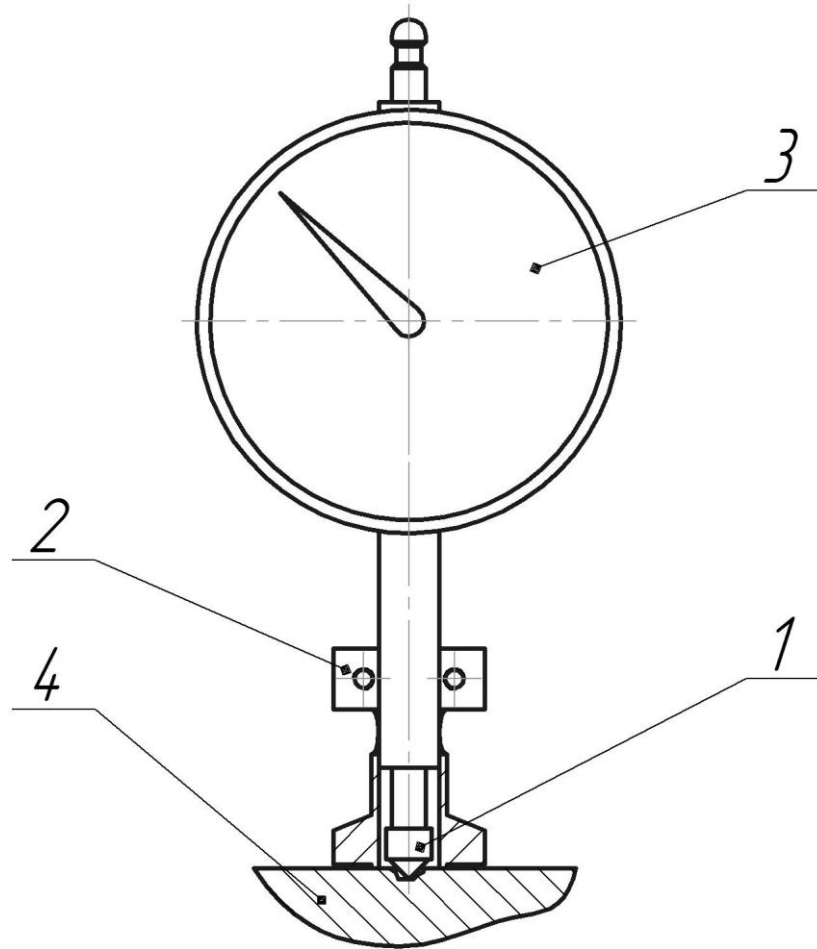

Рис. 1 Общий вид прибора ИГК
Внешний вид всего комплекта устройства в развернутом виде схематически изображен на рис.1.
5.1. Прибор ИГК (см. рис.1) состоит из щупа 1, насадки 2, закрепленной с помощью винтов на ножке индикатора 3.